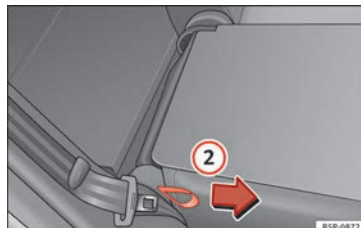

Fig. 82 Levantar o encosto dos bancos traseiros.
- Puxar a pega lateral do banco » **Fig. 82 ②** no sentido da seta e levantar o encosto até que encaixe.